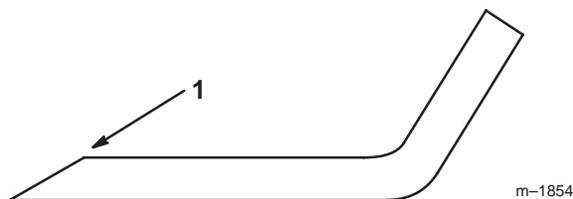

Figure 33
1. Au moyen d'une lime, aiguisiez les tranchants aux deux extrémités de la lame (Fig. 33) en veillant à conserver l'angle de coupe d'origine. Limez la même quantité de métal sur chacun des deux tranchants pour ne pas déséquilibrer la lame.